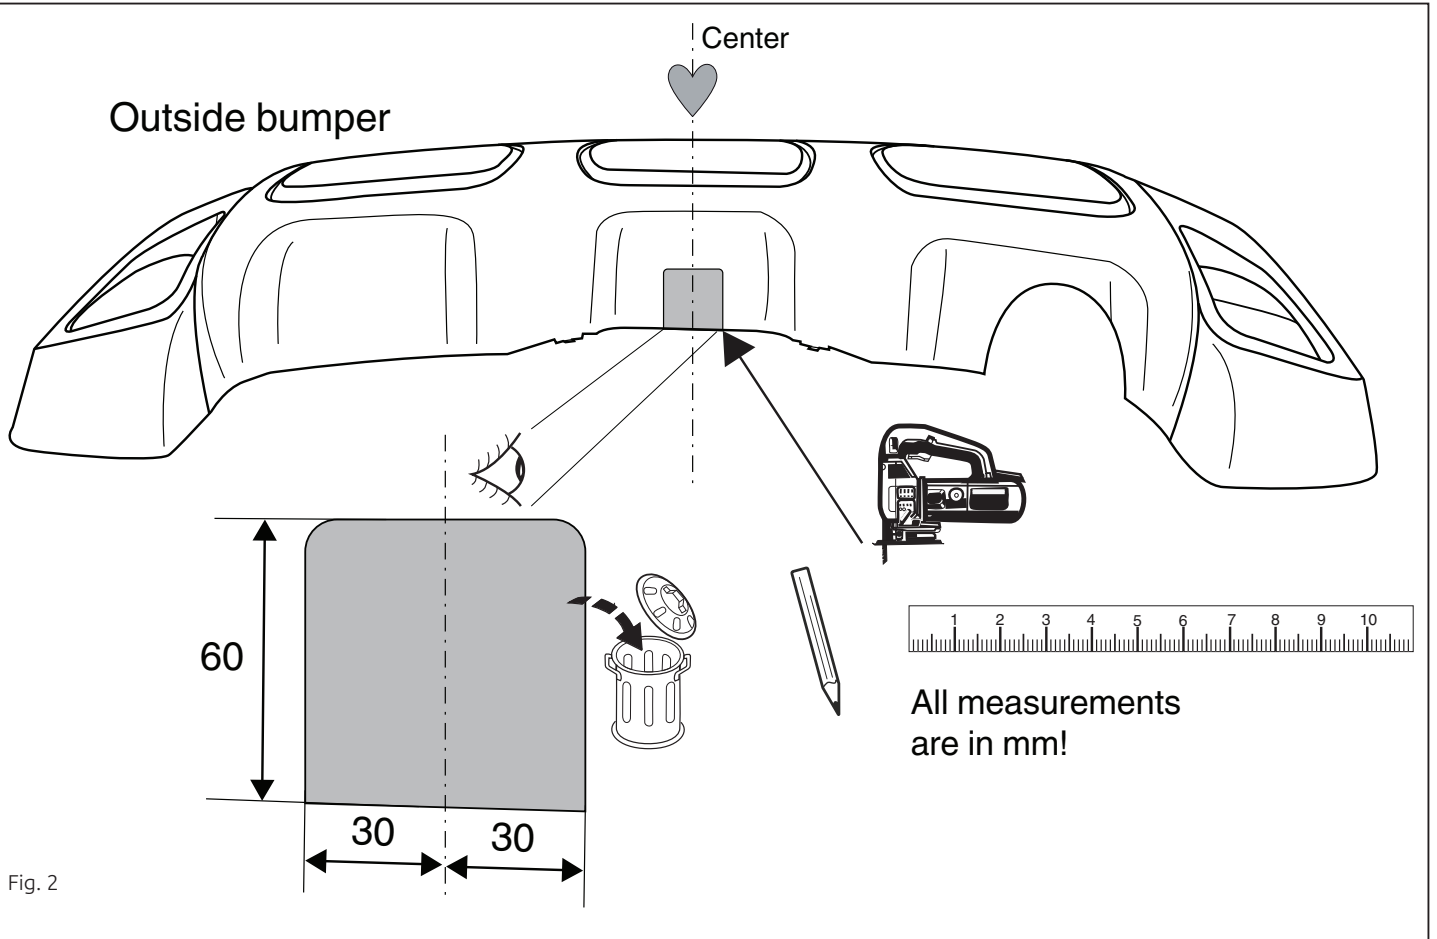

Fig. 2
13. Выпилить обозначенную часть, как указано на рис. 2.